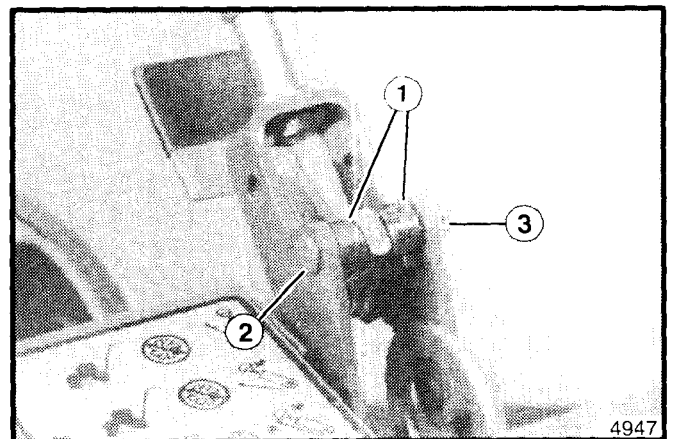

Figura 24. Palanca de Control del Embrague
20. Retire los pasadores de chaveta y los de horquilla, y los dos casquillos de la manija de control (vea la figura 24). Gire la barra para acortarla o alargarla cuando sea necesario, y vuelva a conectarla a la manija con el pasador de chaveta.